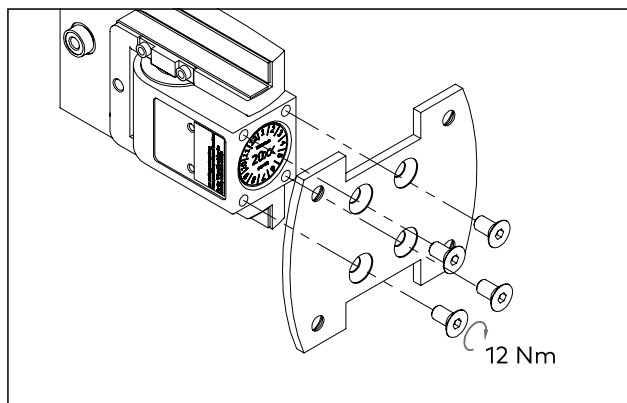

Рис. 16 Крепление монтажных пластин к маятниковой петле
1. Закрепите монтажную пластину с помощью 4-х винтов с потайной головкой (M6 x 12) на маятниковой петле TENSOR (Рис. 16).